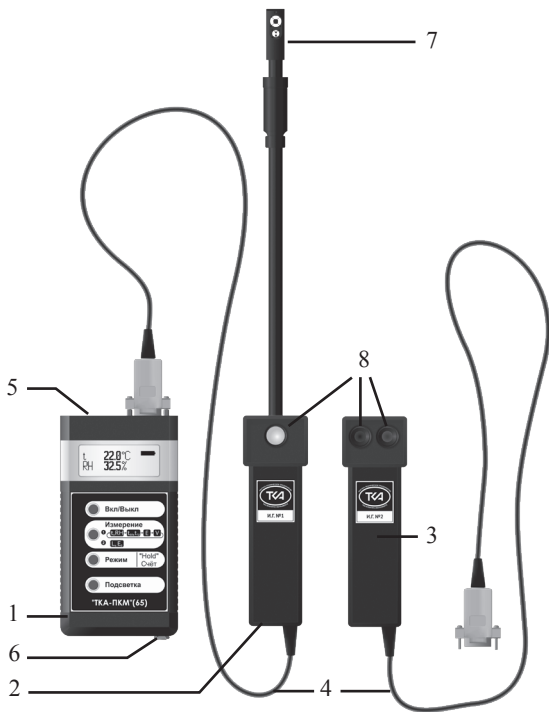
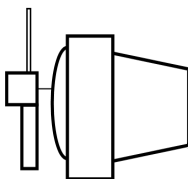

Рис.1. Внешний вид прибора “ТКА-ПКМ”(65)
Рис. 2.
5.1. Конструктивно прибор выполнен в виде трёх функциональных блоков: блока обработки сигналов (1, Рис.1) и двух измерительных головок: №1 (2, Рис.1) и №2 (3, Рис.1), присоединяемых с помощью разъёма на кабеле связи (4, Рис.1).
Зонд с датчиками климатических параметров (RH, t, V) установлен на верхнем торце корпуса измерительной головки №1 (7, рис.1).
Для связи с ПК в приборе установлен разъём USB (опционально RS232) (5, на Рис.1).
6.4. Перед началом работы убедитесь в работоспособности элемента питания (аккумулятора). Если после включения прибора на дисплее появится надпись “РАЗРЯД БАТАРЕИ!”, нужно зарядить аккумулятор, для чего следует подключить к прибору через разъём на корпусе (6, Рис.1) зарядное устройство и вставить его в сеть. Прибор необходимо выключить. Время заряда ~ 16 часов. Превышение времени заряда (до нескольких суток) не приводит к ухудшению работоспособности аккумулятора.
В случае измерения климатических параметров (RH, t, V) сдвиньте вниз защитный колпачок, поместите зонд с датчиками (7, рис.1) в зону измерения. Считайте с дисплея измеренное значение.
Проследите за тем, чтобы на входные окна фотоприемников (8, рис.1) не падала тень от оператора, производящего измерения и от временно находящихся посторонних предметов.
7.5. При измерении яркости экранов мониторов ПК расположите фотометрическую головку с зондом прибора параллельно плоскости экрана на расстоянии 1-4 мм. Входные окна фотоприёмников (8, рис.1) должны быть обращены по направлению к плоскости экрана, при этом диаметр измеряемой площадки не превышает 7-9 мм (рис.2).